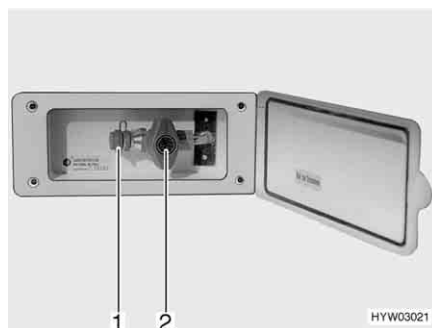

Bild 80 Extern gasanslutning, gasavstängningsventilen stängd
Den externa gasanslutningen (Bild 80) befinner sig, beroende på modell, på fordonets bakdel eller på fordonets vänstra resp. högra sida.
- Anslut den externa gasapparaten till anslutningar (Bild 80,1).
- Öppna gasavstängningsventilen (Bild 80,2).